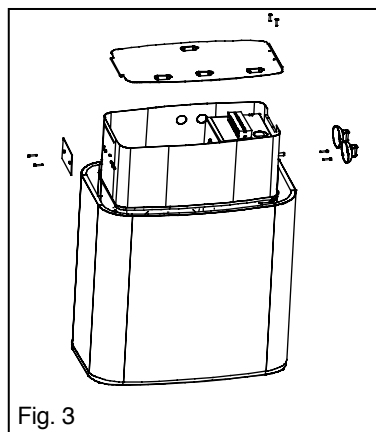

Fig. 3
- Deșurubați șuruburile plăcii de siguranță din partea opusă a focarului, acolo unde vor fi mutate termostatul și taimerul. (Vezi Fig. 3).